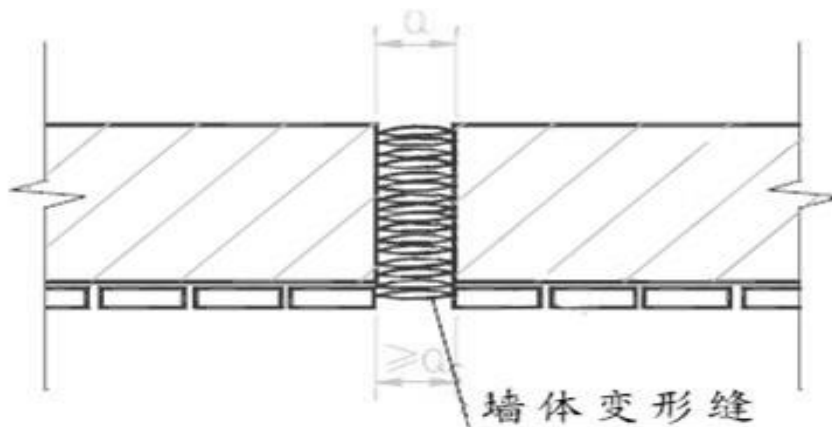

图 8
4) 墙体变形缝两侧粘贴的外墙饰面砖其间的缝宽不应小于变形缝的宽度（见图 8）。